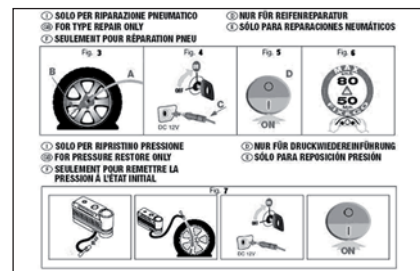

fig. 15
- dépliant informatif **fig. 15**, utilisé pour un usage correct et rapide du kit de réparation rapide et à livrer ensuite au personnel qui devra manier le pneu traité avec le kit de réparation des pneus;